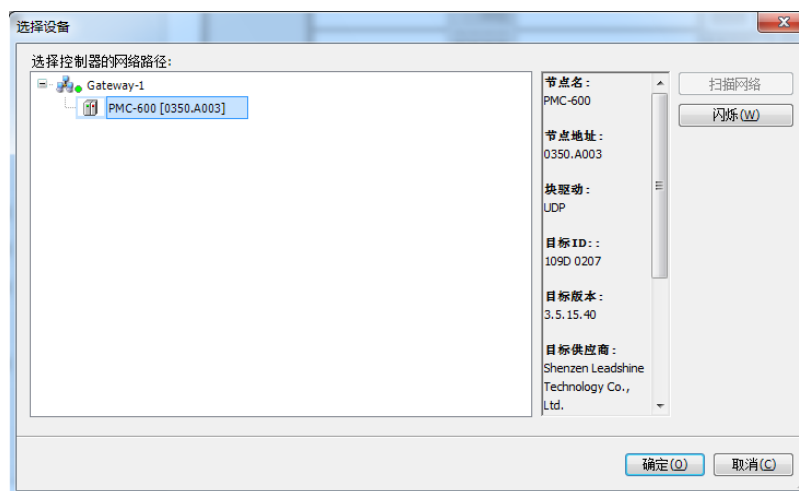

图 3.10 扫描网络
(2) 扫描网络：可以通过“扫描网络”搜索在同一网段内的 PLC, 找到后单击确定, 如图 3.10 所示的 PLC 设备名为“PMC-600”。